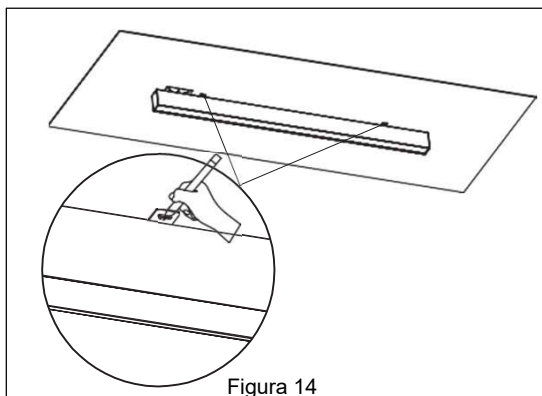

Figura 14
3. Mantén la lámpara en la superficie de montaje, luego marca las posiciones de montaje de los soportes instalados en el paso anterior. **Ver Figura 14.**